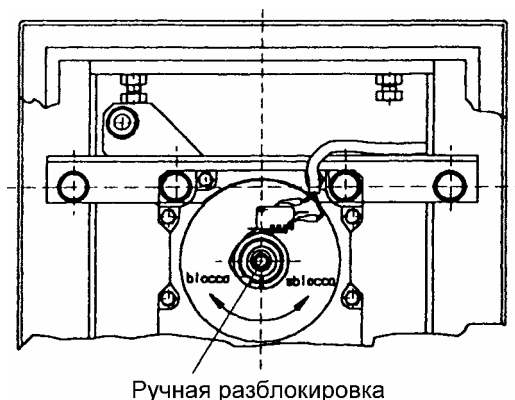

Рис.6 Механизм разблокировки шлагбаума.
**Разблокировка шлагбаума** (рис.6):
- убедитесь, что механизм шлагбаума разблокирован (см. рис. 6) и установлена пружина 17;